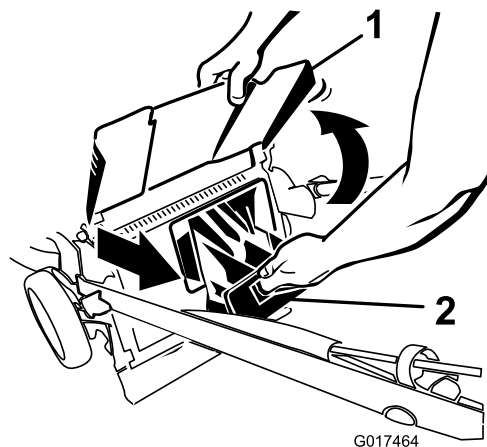

Figura 27
2. Levante y sujete la puerta de descarga (Figura 27).
3. Saque el tapón de descarga trasera (Figura 27).